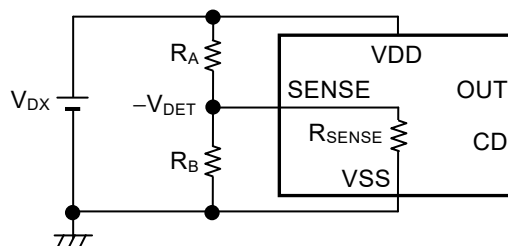

图24 检测电压外部设定电路
如图24所示，通过将用电阻 (RA) 和电阻 (RB) 分压后的节点与SENSE端子相连接，便可对检测电压进行外部设定。以往无SENSE端子的产品，因必须使分压节点与VDD端子连接，因此RA不能太大。这是因为VDD端子在检测或解除的切换时会有击穿电流流经，若RA过大则容易发生振荡或滞后幅度的误差变大等问题。
在图24中，外部设定检测电压 (VDX) 与实际的检测电压 (-VDET) 的理想关系式如下式。